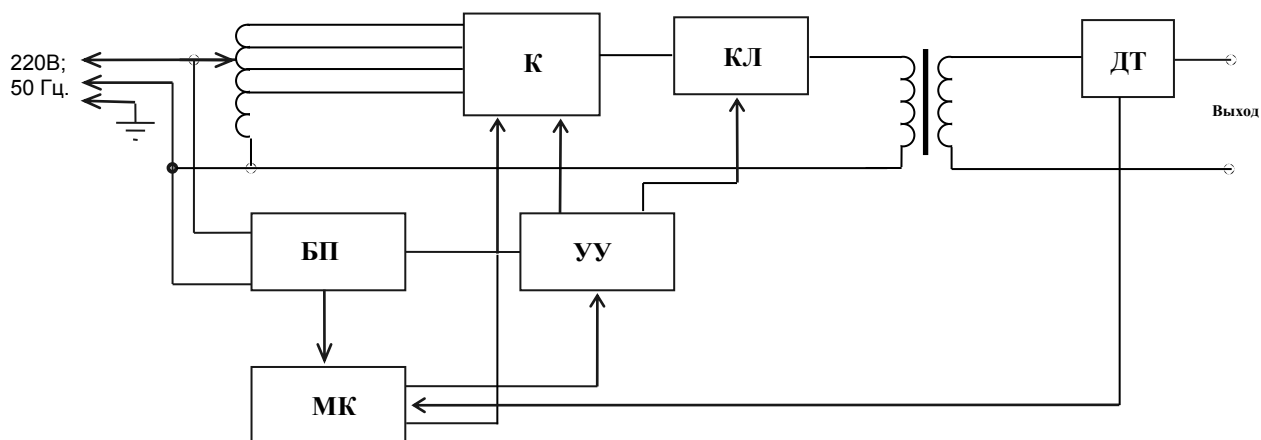

Рис.1 Структурная схема испытательного генератора ИГП 1.1
4.1 Структурная схема испытательного генератора ИГП 1.1 представлена на **рис.1**.